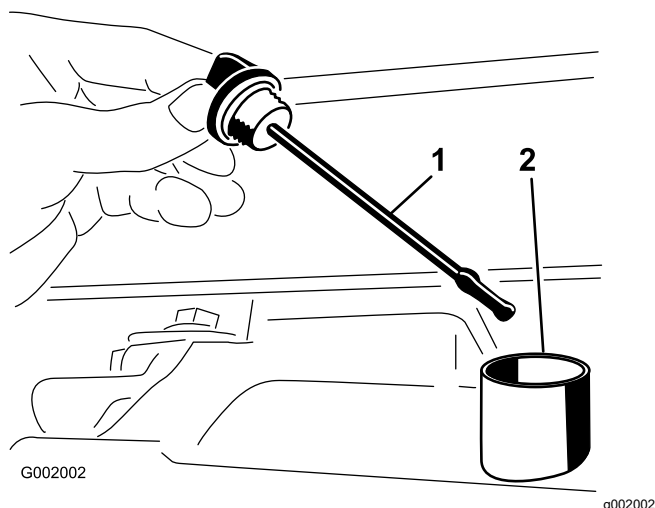

Figura 54
2. Scoatei joja din cutia de viteze i tergei-o cu o lavetă curată (Figura 54).